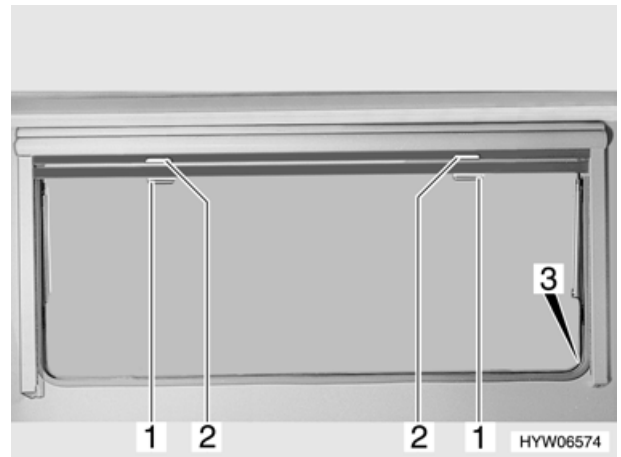

Bild 31 Ausstellfenster (Swing/Nova)
- Verdunklungsrollo am Griff (Bild 31,2) nach unten ziehen. Wenn das Verdunklungsrollo ganz geschlossen wird, das Verdunklungsrollo auf beiden Seiten des Fensterrahmens in die Arretierung (Bild 31,3) einhängen.
- Wenn das Verdunklungsrollo vollständig geschlossen ist: Den Griff (Bild 31,2) nach unten drücken und den Griff dabei leicht nach vorne kippen. Das Verdunklungsrollo aus den Arretierungen links und rechts am Fensterrahmen aushängen.
- Insektenschutzrollo am Griff (Bild 31,1) nach unten ziehen und auf beiden Seiten am Fensterrahmen in die Arretierung (Bild 31,3) einhängen.
- Griff (Bild 31,1) nach unten drücken und den Griff dabei leicht nach vorne kippen. Das Insektenschutzrollo aus der Arretierung links und rechts am Fensterrahmen aushängen.